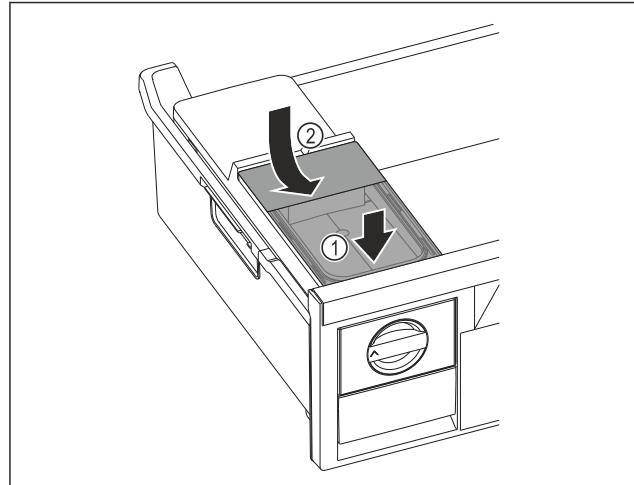

Fig. 97
- Помістити бак для води спереду. Fig. 97 (1)
- Опустити бак для води ззаду. Fig. 97 (2)